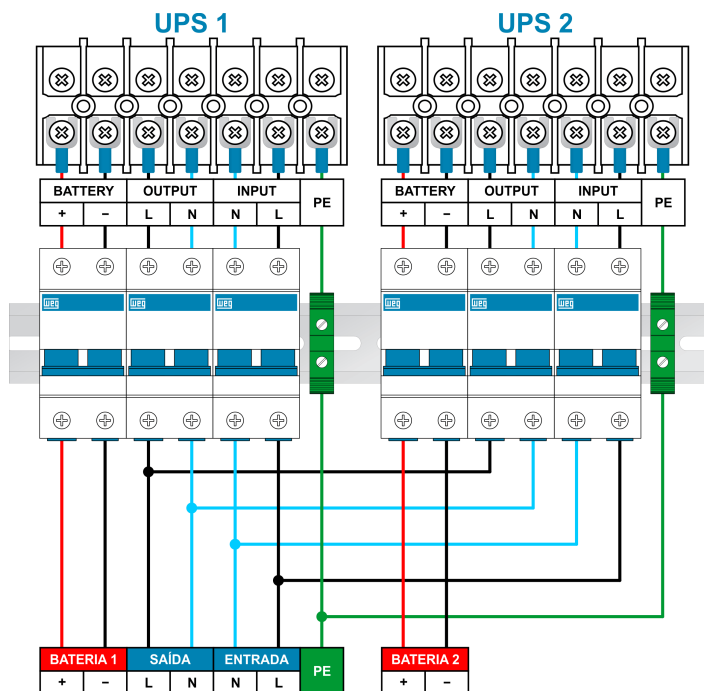

Figura 5.13: Diagrama de ligação em paralelo
- Conecte os cabos de entrada e saída conforme o diagrama apresentado na Figura 5.13.